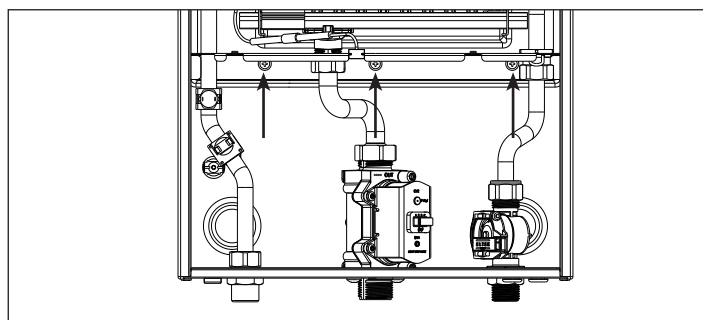
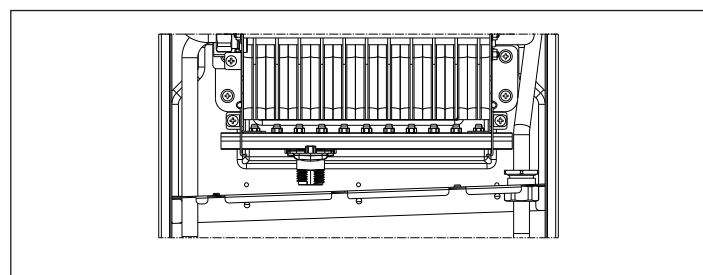

Fig. 16 - Desmontagem elementos
Fig. 17 - Desmontagem elementos
- Desenroscar os parafusos (fig. 16) e baixar a chapa (fig. 17)